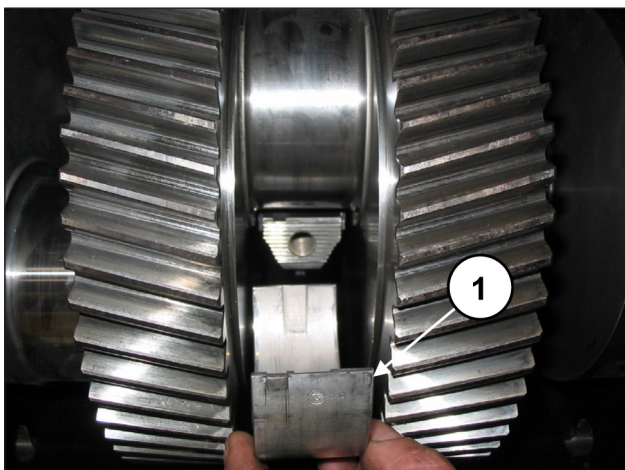

Fig. 81
Insira os semi-rolamentos superiores entre as hastes e o eixo de manivela (pos. ①, Fig. 81).